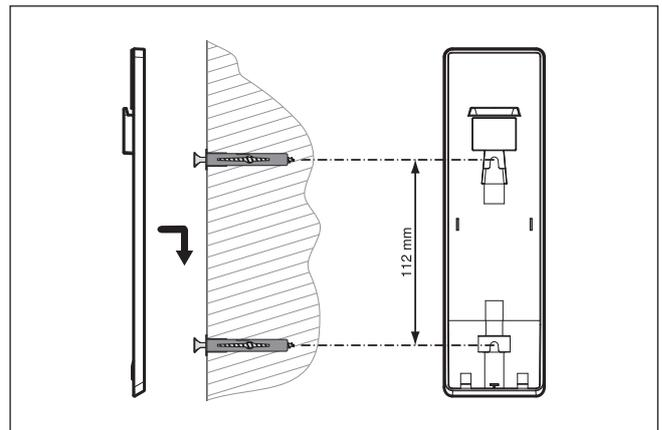

Abb. 3 Montage bei Verwendung als Wandhalter
- Drehen Sie die beiliegenden Schrauben (je nach Montageuntergrund mit den Universaldübeln) senkrecht untereinander in die Montagefläche (siehe Abb. 3). Die Schraubenköpfe sollten nur so weit herausragen, dass die Auflageplatte sicher gehalten wird und sich nicht aushängen kann.